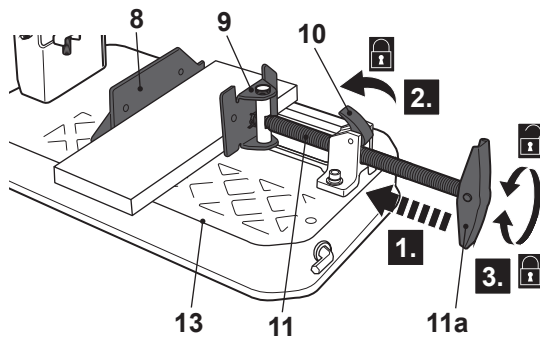

Fig. 8
- > Coloque a peça de trabalho na mesa de corte (13) entre o limitador-guia (9) e o medidor de corte angular (8).
- > Deslize o torno de aperto (11) para a frente de modo que o medidor de corte angular (8) se apoie contra a borda da peça de trabalho (Fig. 8, passo 1).
- > Acople a alavanca de desbloqueio (10) (Fig. 8, passo 2).
- > Rode a pega (11a) para a direita para fixar a peça de trabalho de forma segura (Fig. 8, passo 3).